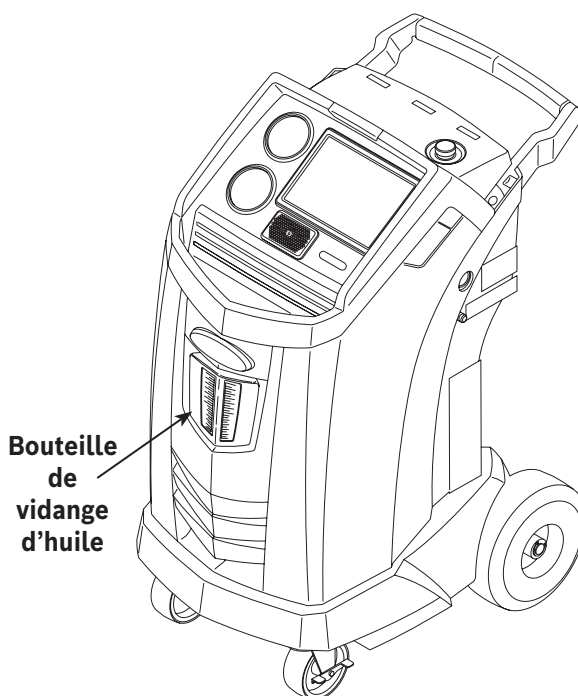

Figure 2
1. Videz la bouteille de vidange d'huile avant d'entamer une récupération. Retirez la bouteille de vidange d'huile de la machine en la tirant tout droit vers le bas—évitiez tout mouvement de rotation ou de basculement. Réinstallez la bouteille de vidange d'huile. Voir Figure 2.